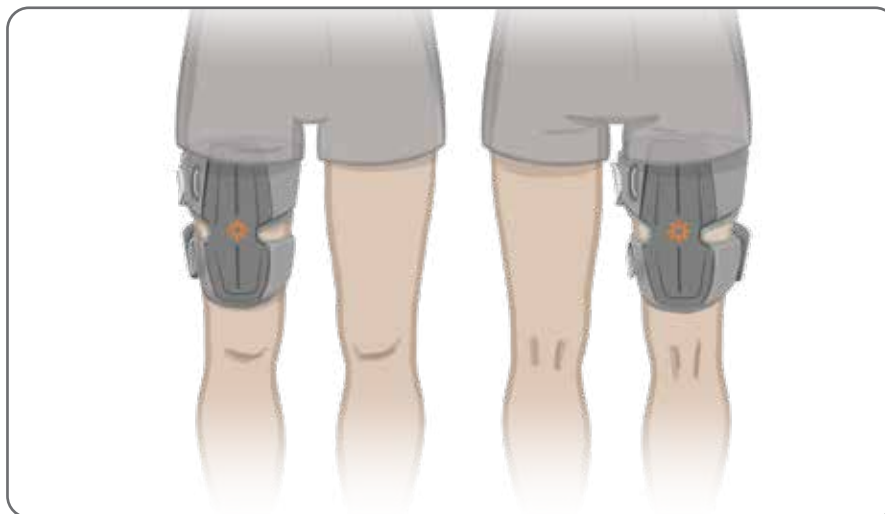

Figura 6-16: Poziția corectă a jambierei Thigh: (stânga) poziția de fixare pe cvadriceps, (dreapta) poziția de fixare pe loja posterioară a coapsei
4. Centrați puntea pe linia mediană a coapsei. Consultați Figura 6-16.
5. Strângeți benzile introducând catarama pentru benzi în cârligul atașat la panourile jambierei pentru coapsă. Consultați Figura 6-16. Dacă este necesar, măriți tensionarea benzilor prin reglarea elementelor de fixare a benzilor.